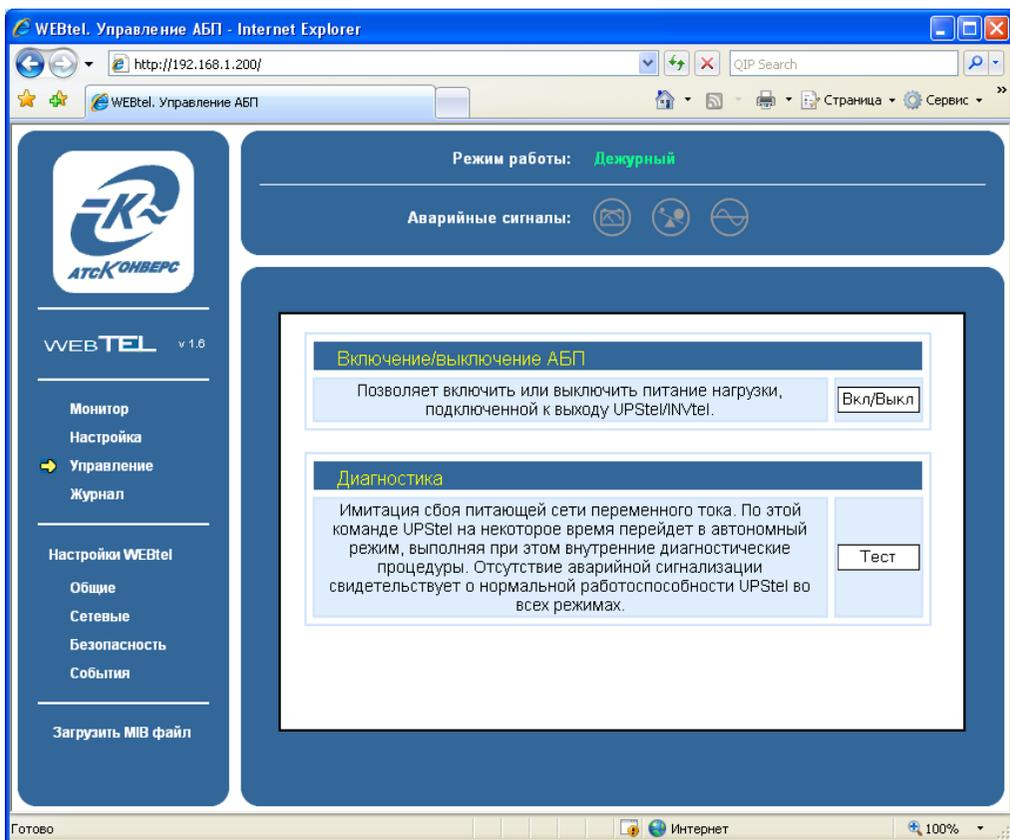

Рисунок 11 – Страница управления UPStel / INVtel
7.5.1 Вход на эту страницу (рисунок 11) защищен паролем аналогично п. 7.4.